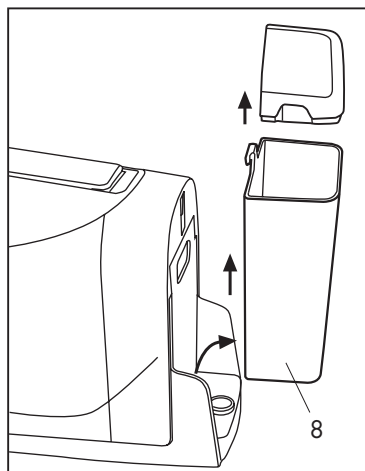

Fig. 1
- Estrarre il serbatoio (8) dalla macchina tirandolo verso l'alto, quindi rimuovere il coperchio (Fig.1)